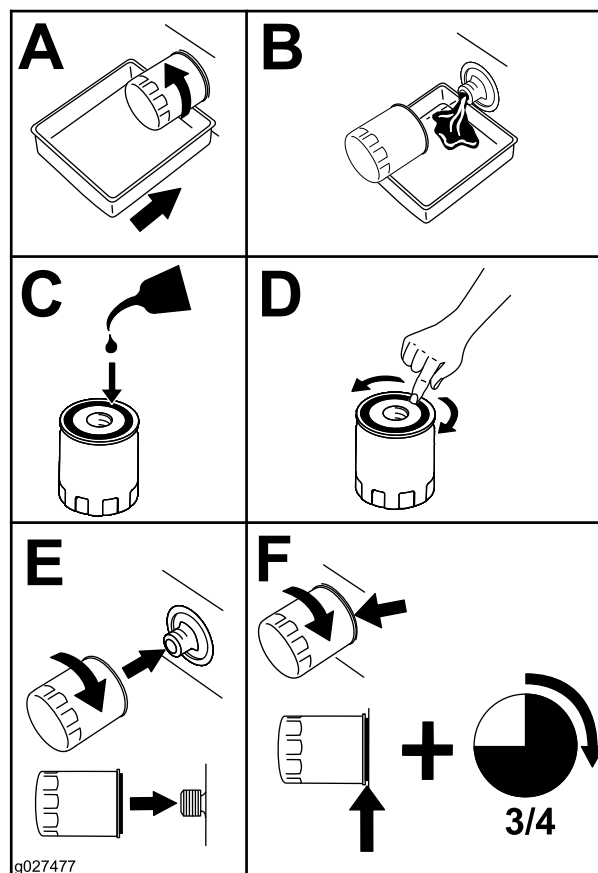

Figura 48
2. Înlocuie filtrul de ulei de motor (Figura 48).